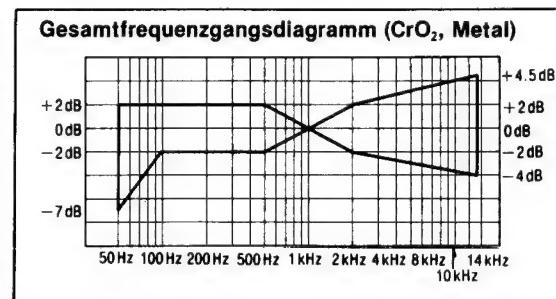

Fig. 14
8. Testband QZZCRX einlegen, und Signale von 50Hz, 100Hz, 200Hz, 500Hz, 1kHz, 4kHz, 8kHz, 10kHz, 12,5kHz und 14kHz aufzeichnen; Anschliessend die Signale wiedergeben und prüfen, ob die Kurve innerhalb des Bereichs liegt, der im Gesamtfrequenzgang-Diagramm für das CrO₂ Band dargestellt ist. (Fig. 14.)
9. Gerät auf Betriebsart "Metallband" schalten. Testband QZZCRZ einlegen und Signale von 50Hz, 100Hz, 200Hz, 500Hz, 1kHz, 4kHz, 8kHz, 10kHz, 12,5kHz und 14kHz aufnehmen. Anschließend die Signale wiedergeben und prüfen, ob die Kurve innerhalb des Bereichs im Gesamtfrequenzgangdiagramm für Metallband liegt. (Fig. 14.)